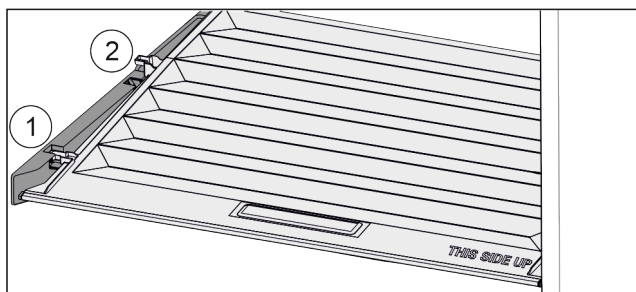

Fig. 142
- ▶ Pokrywę pociągnąć do przodu Fig. 142 (1), aż otworzy się w elementach trzymających.
- ▶ Podnieść tył od dołu i w wyjąć Fig. 142 (2) go do góry.